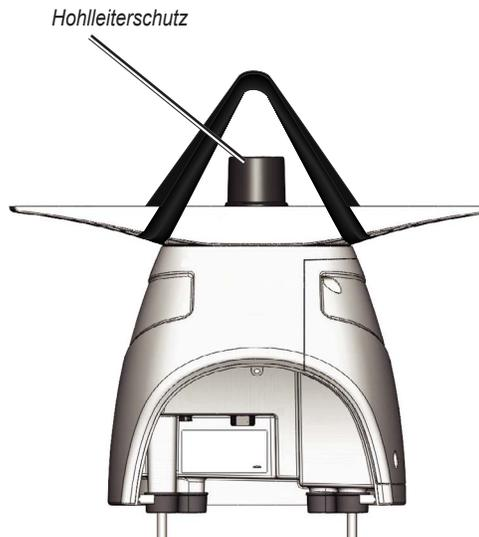

Abbildung 5
2. Heben Sie das Radar mithilfe des im Lieferumfang enthaltenen Bandes an den Montageort. Bringen Sie das Band wie in Abbildung 5 dargestellt an beiden Enden der Antennenbefestigung an. Achten Sie darauf, dass das Band so nah wie möglich am Radar verläuft.